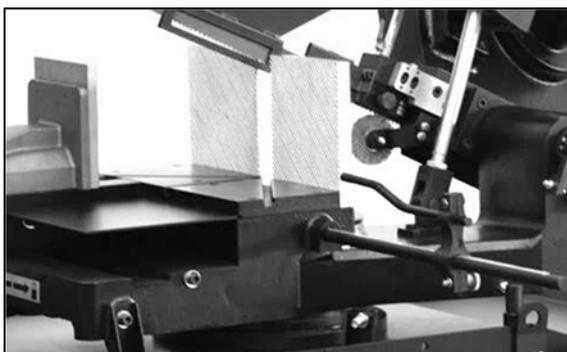

Figure 6-4 : Arrêt de matériau
L'arrêt de matériau (Fig. 6-4) est utilisé pour la production en série.
- Desserrez le bouton de verrouillage (N, Fig 6-4)
- Réglez à l'aide de la poignée (M).